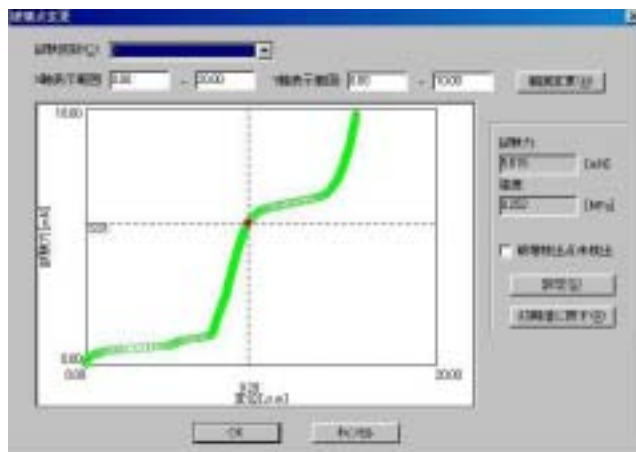

図4 破壊点画面
- 3) 図4に「破壊点の詳細」を示します。破壊強度を調べると試験力(付加力)5.51mN, 変位9.28 μm 、破壊強度(破壊応力)0.252MPa であることがわかります。